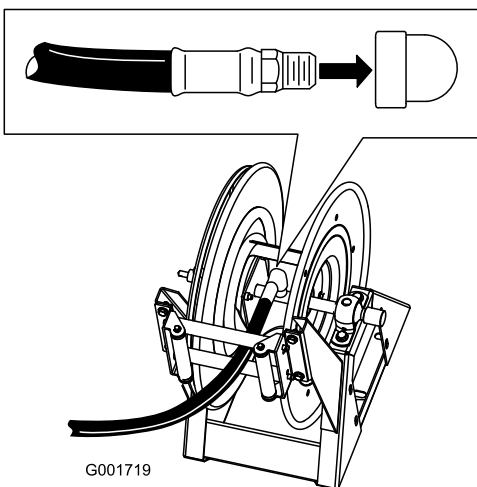

図 40
1. 長いホースのフィッティングのねじ山部分に PTFE テープまたはペーストを塗り、フィッティングをリールの接続チューブに取り付ける 図 40。